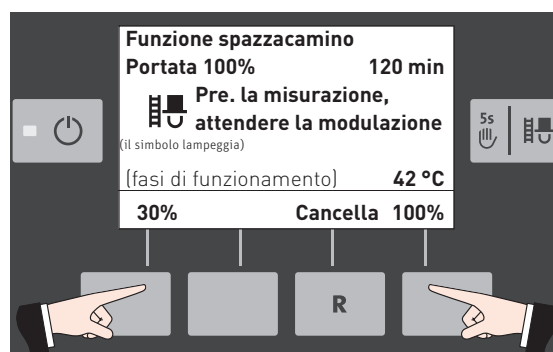

Fig. 14
- Premendo il rispettivo tasto, la caldaia può funzionare con portata al 30% o al 100% – Fig. 14.